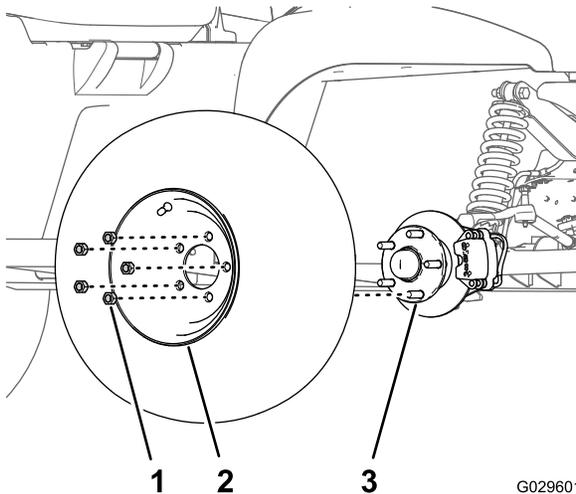

Figura 27
2. Togliete i 5 dadi a staffa che fissano la ruota al mozzo (Figura 27).
- Allineate i fori sulla ruota ai prigionieri del mozzo e montate la ruota sul mozzo con lo stelo della valvola rivolto all'esterno (Figura 27).
- Fissate la ruota al mozzo con i dadi a staffa (Figura 27) e serrate i dadi a una coppia di 108–122 N·cm.